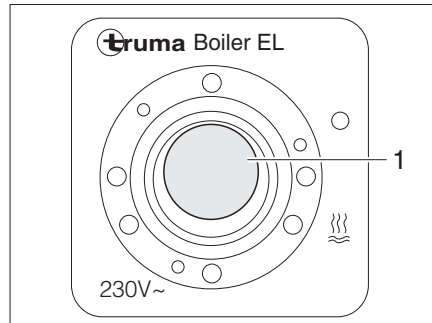

Fig. 126 Commutateur à bascule pour le chauffe-eau Truma (régime électrique 230 V)
- Mettre le commutateur à bascule (Fig. 126,1) en marche. Le voyant de contrôle placé sur le commutateur s'allume. L'eau contenue dans le chauffe-eau est réchauffée à 65 °C.
- Mettre le commutateur à bascule (Fig. 126,1) sur "O". Le voyant de contrôle placé sur le commutateur s'éteint.
- Placer l'interrupteur tournant (Fig. 125,3) de l'unité de commande (Fig. 125) sur "O" (Fig. 125,4) ou régler le commutateur à bascule (Fig. 126,1) sur "O".